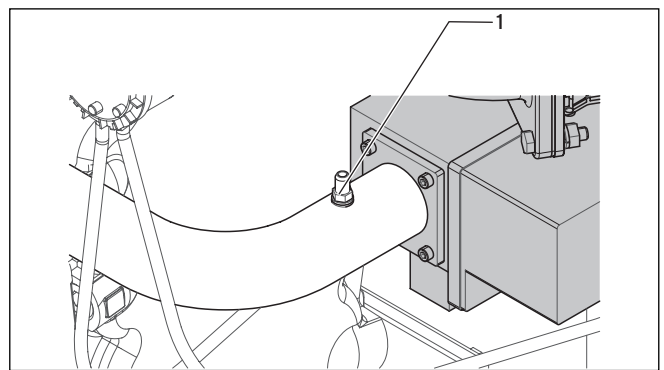

Abb. 6.2 Gasfließdruck prüfen
- Lösen Sie die Schraube am Druckmessnippel (1, Abb. 6.2) vor der Gasarmatur.
- Nehmen Sie das Manometer ab und ziehen Sie die Schraube am Druckmessnippel (1, Abb. 6.2) wieder fest.